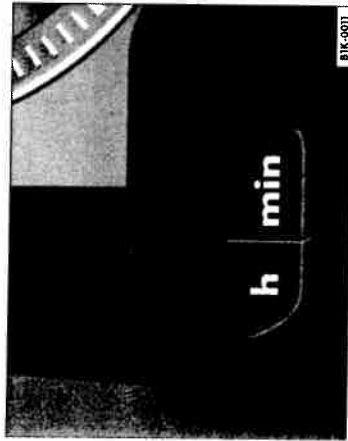

Fig. 4 Imagine din tabloul de bord: Tasta pentru reglarea ceasului.
- Apăsăți tasta din stânga **h** ⇒ fig. 4 scurt, pentru a regla câte o oră. Mențineți tasta apăsată, pentru a lăsa orele să curgă rapid.